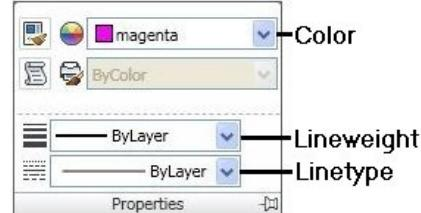

Figura 1.1.26
- direct - din liste de proprietăți existente în banda **Home**, trusa de instrumente **Properties**, figura 1.1.26.
Obiectele nou create preiau ca și atribut de culoare, culoarea activă din lista **Color** din banda **Home**, trusa de instrumente **Properties**, figura 1.1.26. Lista conține și opțiunea **Select Colours**, pentru selecția unei culori dintre cele menționate anterior. Dacă culoarea activă este **BYLAYER**, atunci obiectul va prelua culoarea **layer-ului** în care este plasat. Dacă culoarea activă este **BYBLOCK**, atunci obiectul va prelua culoarea 7 (alb sau negru) funcția de culoarea fundalului desenului, până la depunerea blocului într-un desen.
Obiectele noi create preiau ca și tip de linie, tipul activ în controlul **Linetype** din banda **Home**, trusa de instrumente **Properties**, figura 1.1.26. Dacă tipul de linie activ este **BYLAYER**, atunci obiectul va prelua tipul de linie al **layer-ului** în care este plasat. Dacă tipul de linie activ este **BYBLOCK**, atunci obiectul va prelua tipul de linie **CONTINUOUS**, până la depunerea blocului într-un desen.
- butonul **Current** – impune tipul activ de linie în controlul **Linetype** din banda **Home**, trusa de instrumente **Properties**, figura 1.1.26;